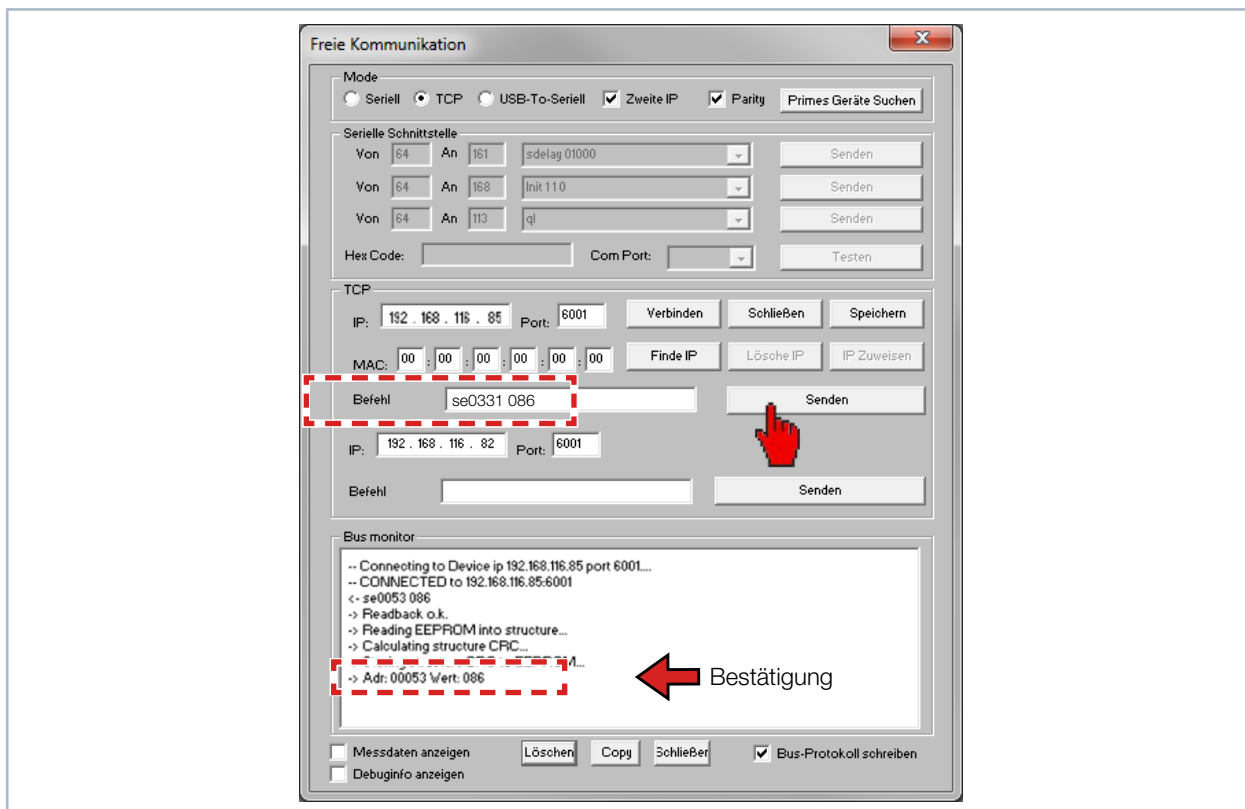

Abb. 11.4: Ändern der IP-Adresse im Dialogfenster **Freie Kommunikation**
8. Klicken Sie auf die Schaltfläche **Senden** und warten Sie die Bestätigung im Busmonitor ab (siehe Abb. 11.4 auf Seite 33 „-> Adr:0331 Wert: 086“)